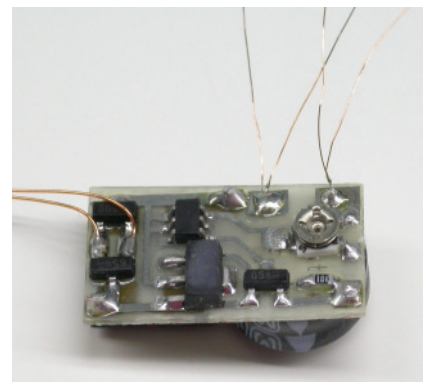

Bild 3: rechts außen plus bzw. die Anode links oben daneben minus bzw. die Kathode
8. Blickt man auf den Baustein, wie in Bild 3, dann ist rechts oben in der Ecke der Ausgang für plus also für die Anode der LED und links daneben mit der langen Leiterbahn der Ausgang für Minus, also für die Kathode der LED. Unsere LEDs sind mit schwarzer Farbe an der Kathode gekennzeichnet. Eine Falschpolung hier fügt keinen Schaden zu, weder dem Baustein, noch der LED. Die LED leuchtet nur nicht.